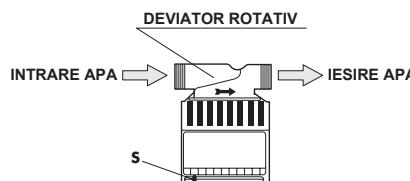

Fig.3
- Sageata imprimata pe deviatorul rotativ (fig.3) trebuie sa fie orientata pe fluxul apei. Filtrul poate fi cuplat pe tevi verticale sau orizontale multumita deviatorului din alama, care poate fi rotit 360°.
- Consta in efectuarea periodica a unei spalari in contracurent pentru eliberarea paharului filtrant de orice impuritati in suspensie, namol, nisip etc. (recomandabil cel putin odata pe luna). Cartusul filtrant va fi inlocuit inainte de a prezenta semne de uzura. Nu uitati sa deplasati indicatorul S (fig.3) dupa ce ati efectuat spalarea.